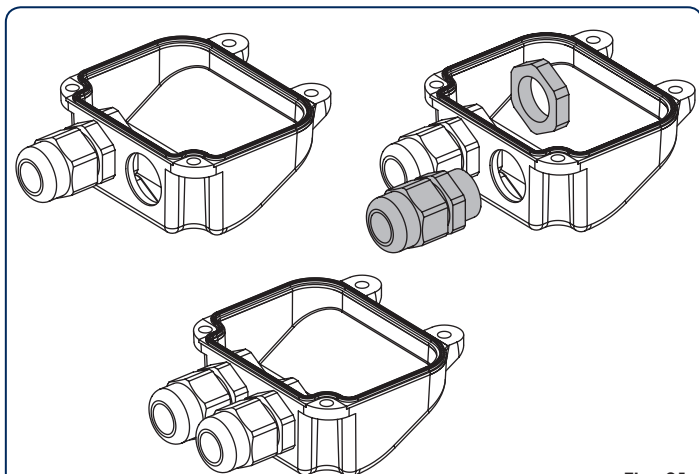

Fig. 21
1. Maak ook het tweede voorgeperforeerde gat in het deksel open, fig. 21.
2. Monteer de bijgeleverde kabelklem, fig. 21.